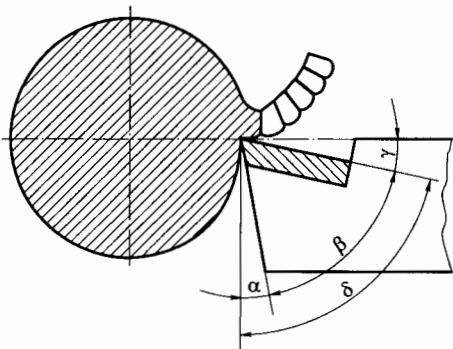

Рис. 5.7. Геометрические параметры токарного резца
12. Назовите углы резца (рис. 5.7), определяющие геометрию его рабочей части. Укажите, какое влияние они оказывают на процесс резания: